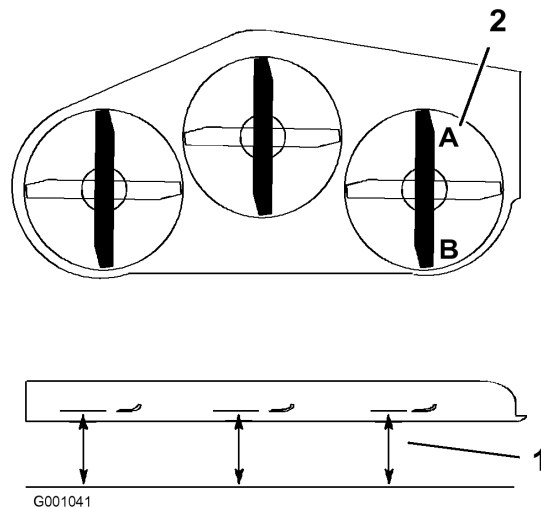

Figure 74
1. Tournez la lame droite dans le sens longitudinal (Figure 74).
2. Mesurez la distance au point **A** entre la surface plane et le tranchant de la pointe de la lame droite (Figure 74).
4. Mesurez la distance au point **B** entre la surface plane et le tranchant de la pointe de la lame droite (Figure 74).
6. La lame doit être plus basse de 6 à 10 mm (1/4 à 3/8 po) au point **A** qu'au point **B** (Figure 74). Si ce n'est pas le cas, passez aux étapes suivantes.